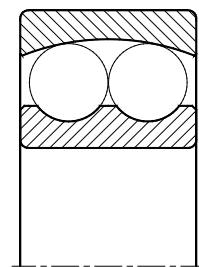

Abb. 2.6
**Pendelkugellager** (Abb. 2.6) sind zweireihige Lager mit einer hohlkugeligen Laufbahn im Außenring. Sie sind dadurch winkeleinstellbar und gleichen Fluchtungsfehler bzw. Wellendurchbiegungen aus. Sie sind nicht zerlegbar und eignen sich für geringe radiale und axiale Belastungen.